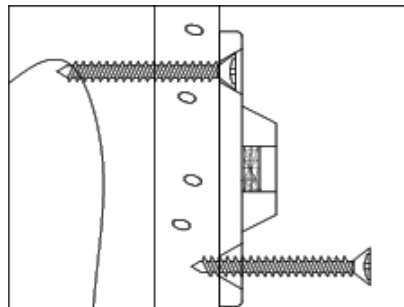
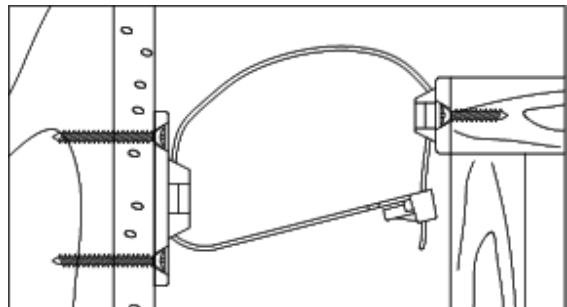

Figura 2
Figura 3
- 3) MONTAJE DE LA ABRAZADERA EN LA PARED:** Coloque la abrazadera para la pared en la marca de la viga seleccionada de manera que quede cerca de la abrazadera del mueble cuando mueva este a su posición final. La abrazadera de la pared debe estar cerca de UNA pulgada por debajo de la abrazadera del mueble (vea la figura 3). Utilice los DOS tornillos Largos para asegurar la abrazadera a la pared. Recuerde colocar la abrazadera de la pared en posición vertical para que los dos tornillos queden sobre la viga seleccionada (vea la figura 2).